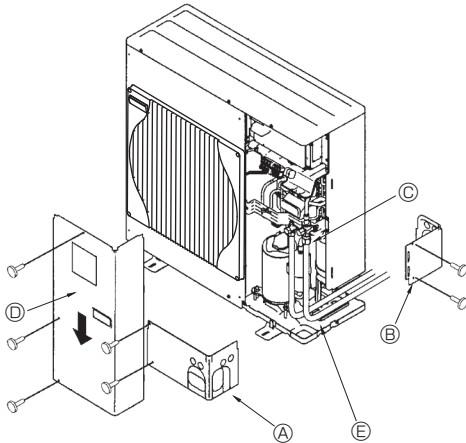

Fig. 4-3
4.3. Soğutucu boruları (Fig. 4-3)
- ① Dış ünitenin stop valfi tamamen kapandığında iç/dış ünite için soğutucu borusu bağlantılarını yapın.
- ② İç ünite ve bağlantı borusundaki havayı vakumla boşaltın.
- ③ Soğutucu borularını bağladıktan sonra, döşenmiş boruları ve iç üniteyi gaz kaçağına karşı kontrol edin. (4.4. Soğutucu borusu hava sızdırmazlığı test yöntemi bakın.)
- ④ -101 kPa (5 Torr) ulaştıktan sonra yeterli bir süre boyunca (en az bir saat) vakum oluşturarak boruların içini vakumla kurutmak için stop valfi servis portunda yüksek-performanslı bir vakum pompası kullanılmıştır. Her zaman geyp manifoldunda vakum derecesini kontrol edin. Eğer boruda herhangi bir nem kaldıysa, kısa-sürelili vakum uygulanmasıyla vakum derecesine bazen ulaşamaz.